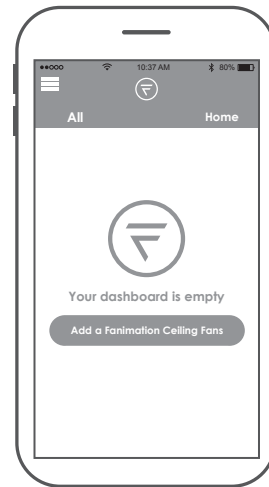

Figura 1
- ☐ 1. Visite el App Store de Apple o el Play Store de Google para descargarse la App gratuita fanSinc Wifi. Cree su cuenta Fanimation fanSync. (Figura 1)